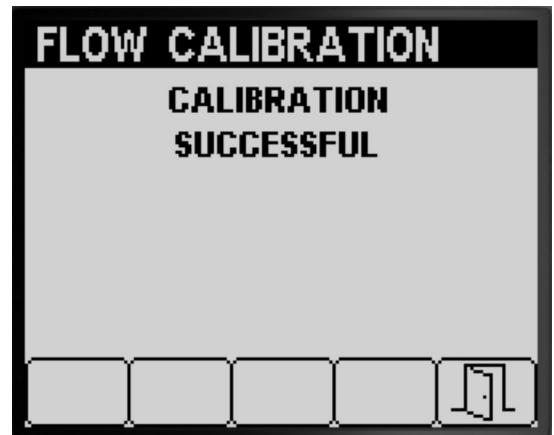
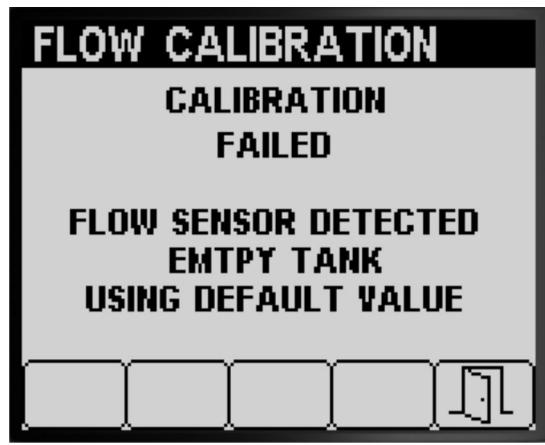
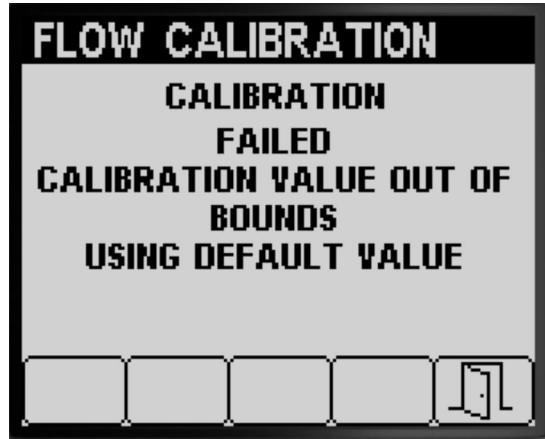

Figura 55
Figura 56
Figura 57
- Aparece un mensaje para confirmar que la calibración de caudal ha finalizado con éxito (Figura 55).
- Aparece un mensaje para indicar que la calibración de caudal ha finalizado con error (Figura 56).
Si el valor de calibración está fuera de los límites (Figura 57), póngase en contacto con su servicio técnico autorizado de Toro; de lo contrario, revise el mensaje de error y repita los pasos de calibración descritos en Preparación de la prueba de volumen (página 18), Realización de la prueba de volumen de la sección de fumigación (página 20) y Realización del cálculo de calibración (página 22).
3. Pulse el botón 5 para salir de la pantalla Calibración de velocidad (Figura 55, Figura 56 y Figura 57).